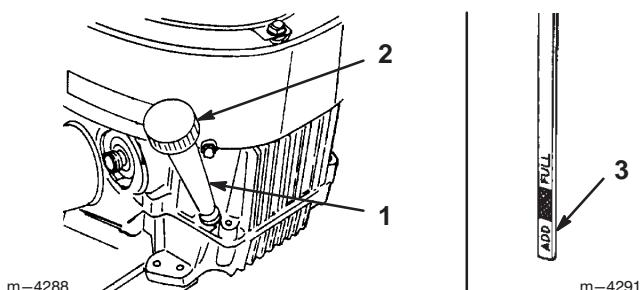

Bild 15
2. Reinigen Sie den Bereich um den Ölpeilstab herum (Bild 15), damit kein Schmutz in den Einfüllstutzen gelangen und so den Motor beschädigen kann.
3. Schrauben Sie den Ölpeilstab los und wischen das Metallende ab (Bild 15).
4. Schieben Sie den Ölpeilstab vollständig in das Einfüllrohr (nicht in das Rohr einschrauben) (Bild 15). Ziehen Sie den Peilstab wieder heraus und kontrollieren das Metallende. Gießen Sie, wenn der Ölstand zu niedrig ist, nur so viel Öl langsam in das Einfüllrohr, dass der Ölstand die "VOLL"-Marke am Peilstab erreicht.
5. Reinigen Sie den Bereich um den Peilstab (Bild 15) und drehen den Verschlussdeckel ab.
6. Gießen Sie ca. 80% der angegebenen Ölmenge, siehe Seite 22, langsam in das Einfüllrohr (Bild 15). Kontrollieren Sie den Ölstand; siehe Prüfen des Ölstands, Seite 22. Gießen Sie langsam weiteres Öl ein, um den Ölstand bis zur "VOLL"-Marke am Peilstab anzuheben.